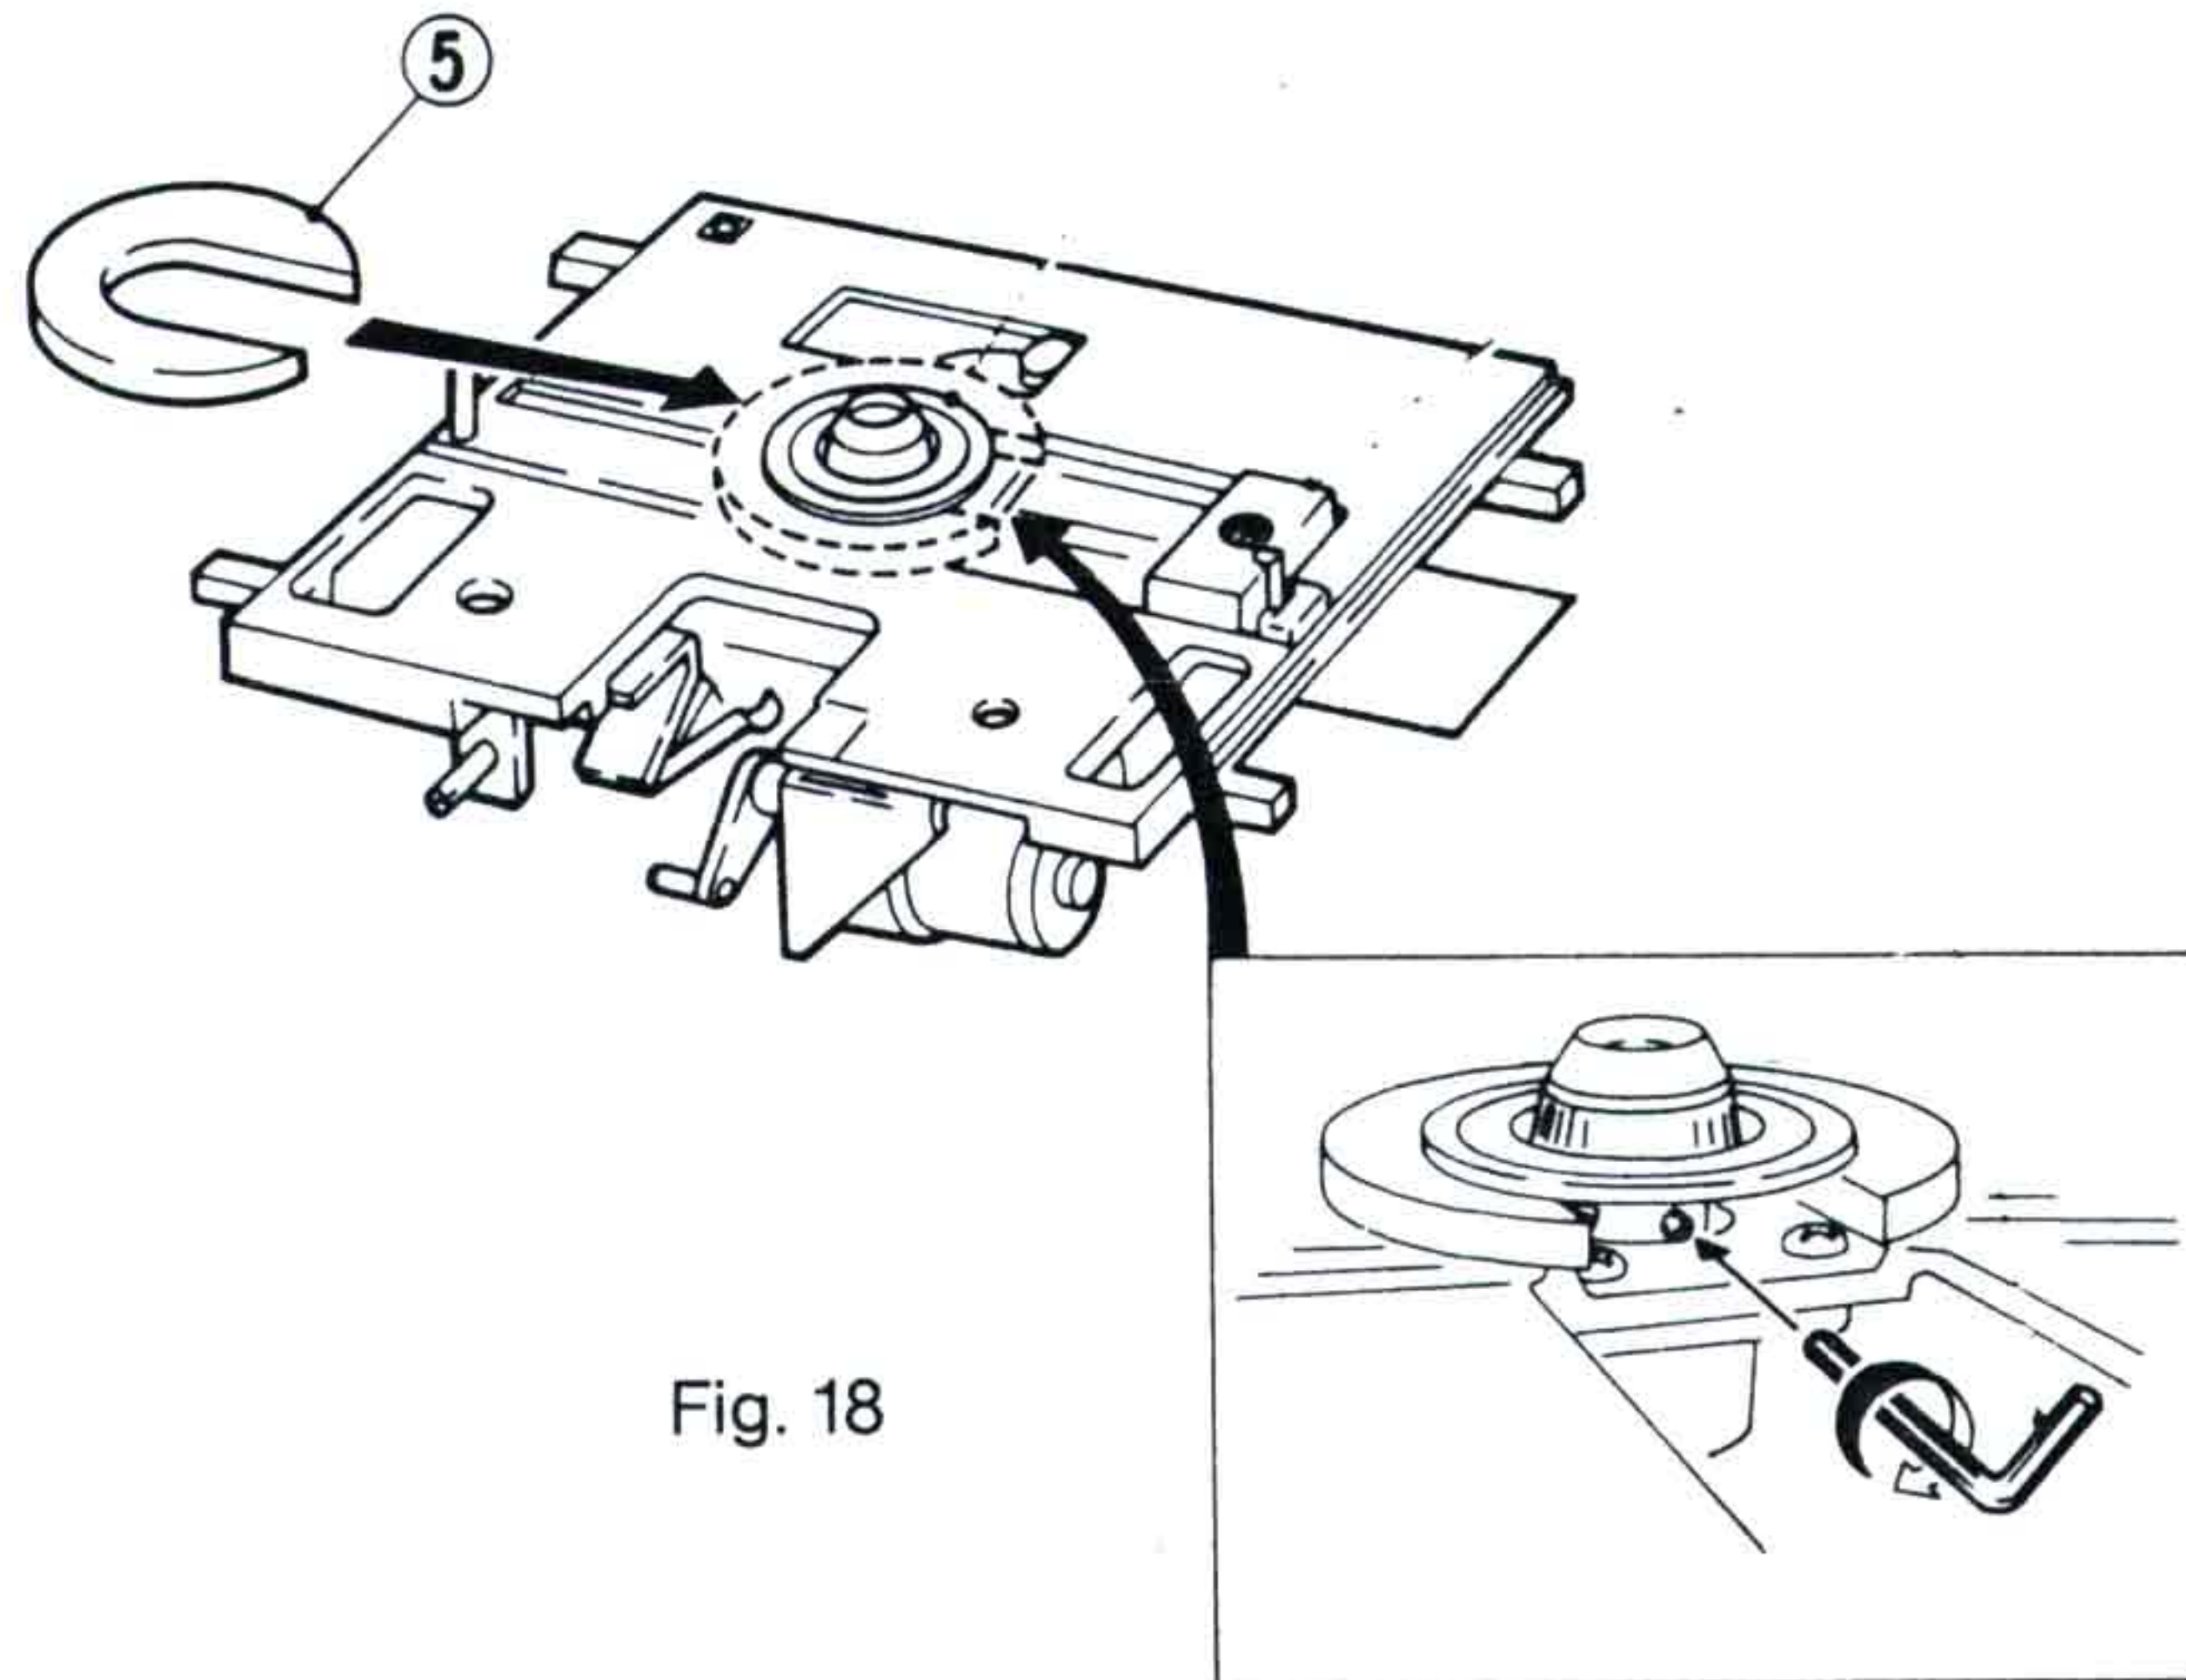

Fig. 18
Lagerblock durch den Schlitten führen, um 90° drehen und in der Aufnahmebohrung der Grundeinheit fixieren. Die 4 Befestigungsschrauben über Kreuz anziehen. Motor auf Leichtgängigkeit prüfen. Plattenaufnehmer 16 auf die Motorachse setzen und den Abstand mit Einstellehre ⑤ fixieren, Innensechskantschrauben anziehen (Fig. 18). Feder und Aufnehmer 18 und 19 montieren und mit Schraube (Achtung Linksgewinde) anziehen.